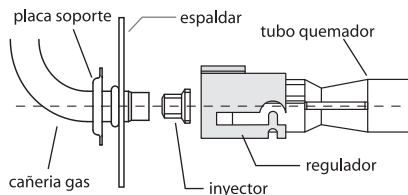

fig. 14
- 3.- Con una llave de copa o dado de 7 mm. (9/32") retire el inyector y sustitúyalo por el correspondiente para gas natural. (**fig. 14**)